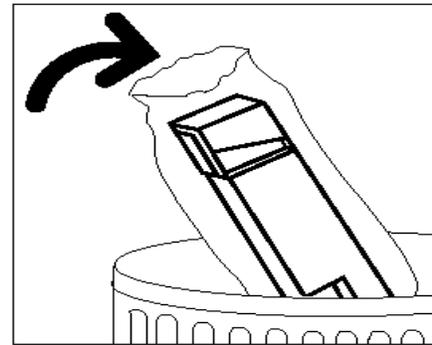

Abb. 17: Gebrauchten Tonersammelbehälter entsorgen
- 5** Den gebrauchten Tonersammelbehälter in eine Plastiktüte geben (s. Abb. 17) und gemäß den geltenden Richtlinien entsorgen.